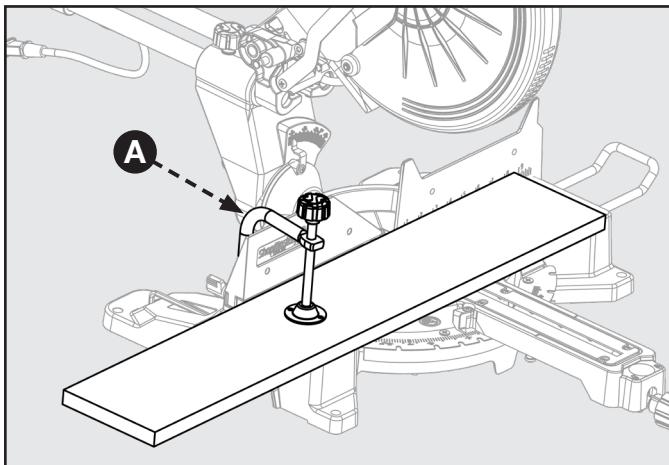

FIGURA 20
Al cortar piezas de trabajo anchas, como de 5 X 30 cm (2" X 12"), sujetela pieza de trabajo a la mesa de trabajo con una abrazadera de sujeción (A), tal como se muestra en la Figura 20.